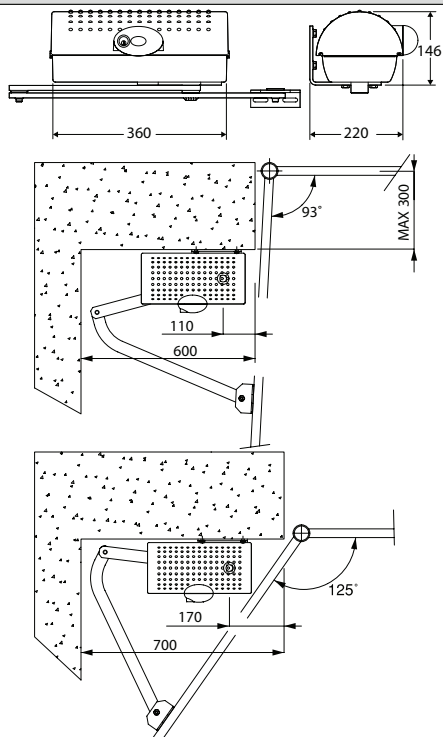
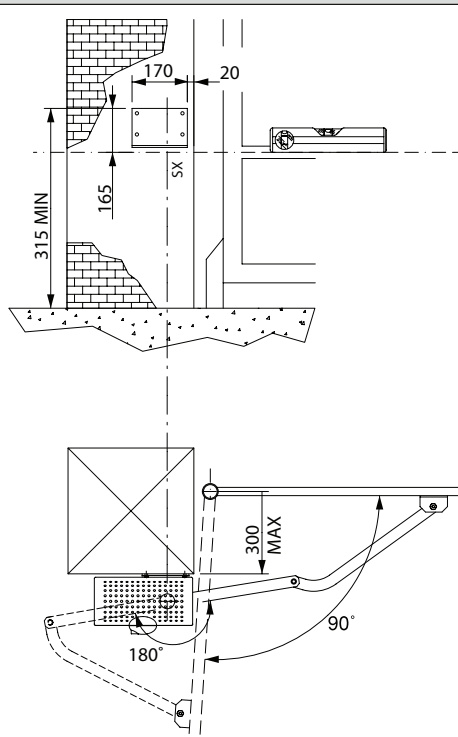

Рис. 2
Рис. 3
- Структура полотна ворот прочная и жесткая. Положения крепления должны выбираться соответственно структуре створки. В любом случае, кривые рычаги должны иметь точкой приложения усилия силовую конструкцию полотна ворот (рис.2).
## 5) КРЕПЛЕНИЕ МОНТАЖНОЙ ПЛАСТИНЫ (РИС.2)
После определения места крепления на створке, при закрытых воротах, проведите воображаемую линию до столба (рис.2). Расположите кронштейн, соблюдая размеры рис.2 для открывания на 90 гр. Или рис.3